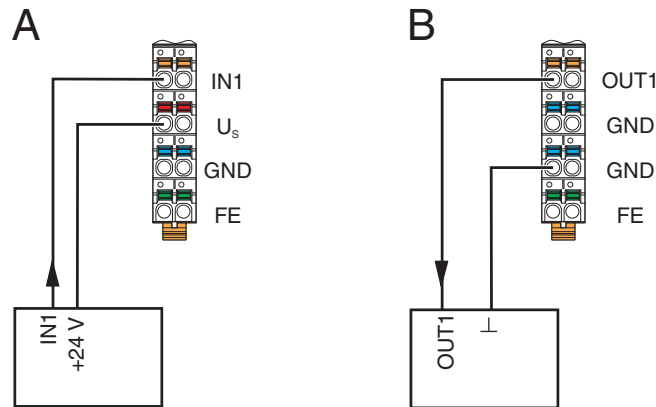

Abb. 7-16 2-Leiter-Anschluss bei digitalen Modulen
**Sensor** Abb. 7-16, Abb. A zeigt den Anschluss eines 2-Leiter-Sensors.
**Aktor** Abb. 7-16, Abb. B zeigt den Anschluss eines Aktors.